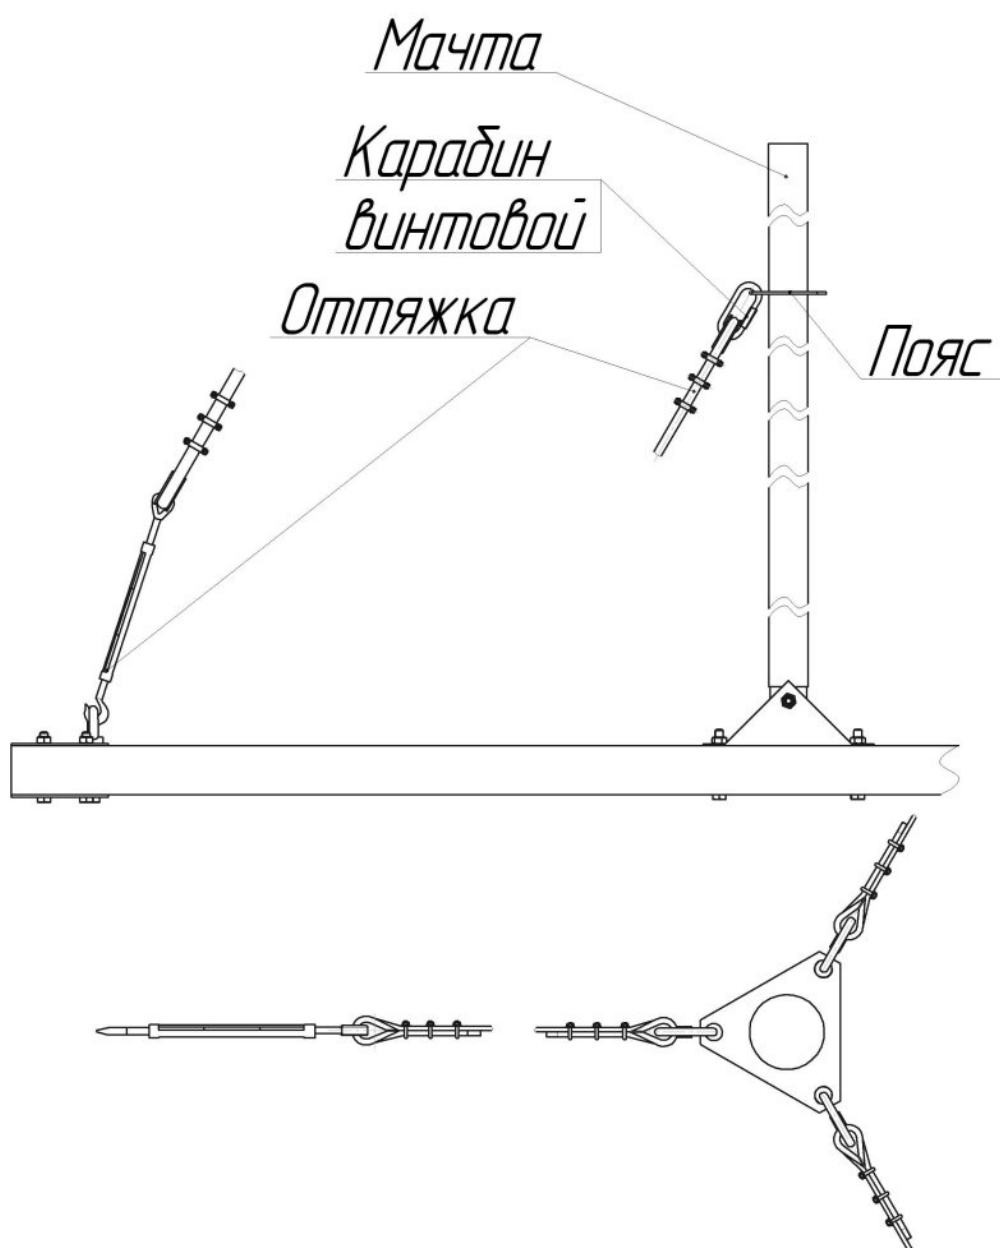

Рисунок 5 – Крепление оттяжек
4.5 В состав Комплекта входят три оттяжки. Конструкция оттяжки представлена на рисунке 6. Оттяжка состоит из троса  $\varnothing 4$  мм, талрепа, винтового карабина. Один конец оттяжки соединяется с поясом при помощи винтового карабина - другой крепится к рым-гайке с помощью талрепа (рисунок 5).
7.1.12 Закрепить оттяжки на поясе с помощью винтовых карабинов (рисунок 5).
7.1.16 Закрепить свободный талреп за проушину соответствующей рым-гайки. (Рисунок 5).